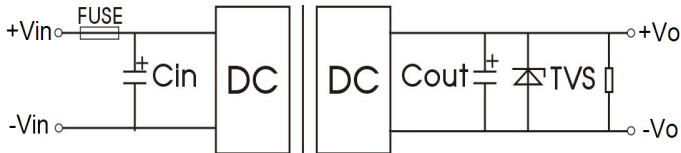

图 1
- (1)产品测试及应用时,请按照(图1)推荐的测试电路进行;至少保障外接一个高分子聚合物电容 $C_{in}(\geq 220\mu F)$ ,用于抑制输入端可能产生的浪涌电压。
- (2)如果产品输入端并联瞬变能量较大的电路(如并联电机驱动电路),或会导致产品输入电压被拉低,此时关注产品输入电压的波动,建议适当增大输入端电容 $C_{in}$ 的容值,以保障输入端电压稳定,避免输入电压低于欠压保护点导致产品重复启动的情况。
- (3)如果产品输出端为感性负载时(如继电器,电机),建议在容性负载规格内增大输出电容 $C_{out}$ 容值,并增加TVS管,用以滤除电压尖峰
- (4)如需进一步减少输入输出纹波,可适当加大外接电容 $C_{in}, C_{out}$ 容值或选用串联等效阻抗值小的外接电容,外接电容 $C_{out}$ 容值不能大于产品的最大容性负载。